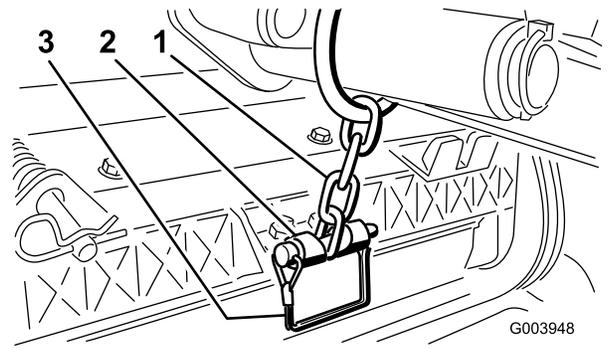

图10
11. 使用锁扣销将提升臂链条固定到链条架（图10）。使用滚刀组*操作员手册*所述的链条节数。